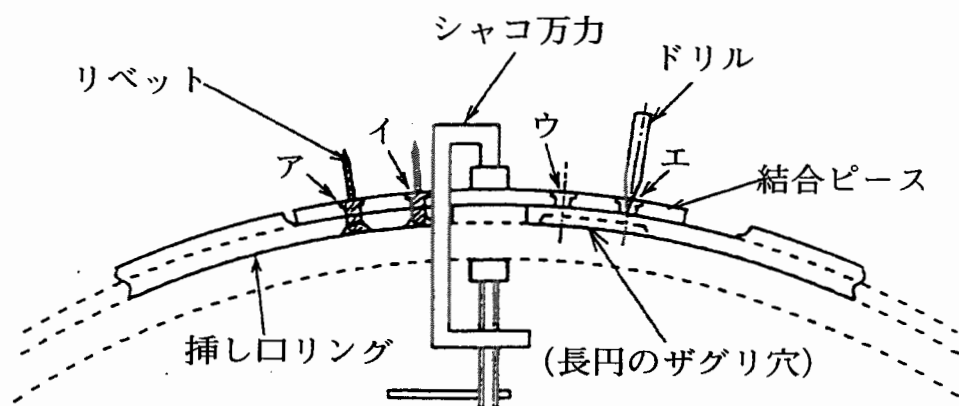
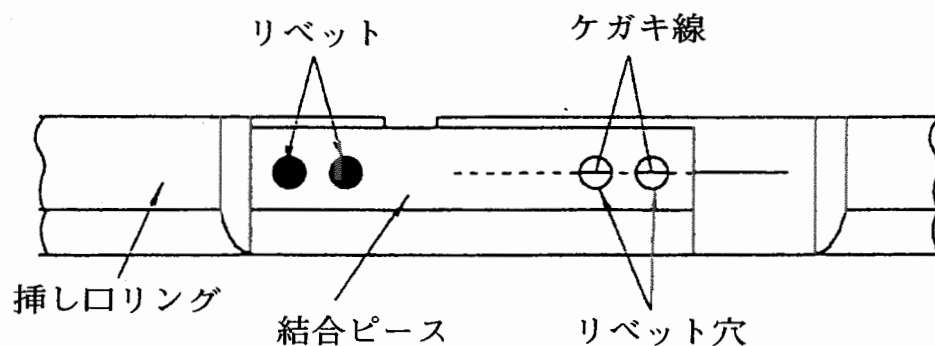

図29 挿し口リングのセット方法
図30 結合ピース部上面
- (5) 図29に示すように挿し口リングに結合ピースを当て、ア、イの穴にリベットを入れて、接合ピースをシャコ万力で固定する。このとき、図30に示すように挿し口リング上のケガキ線がリベット穴の中心に位置するようにすること。次に、ウ、エの位置をドリルでケガく。